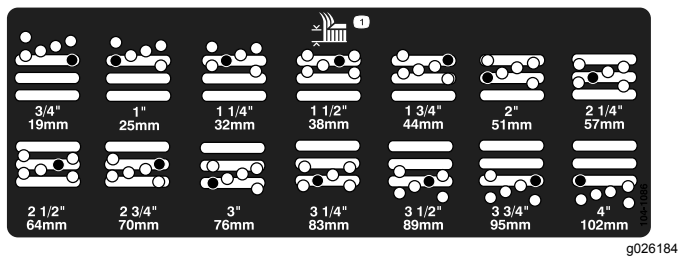

Bild 17
5. Stellen Sie die Kammer auf die gewünschte Schnitthöhe ein und setzen Sie das Distanzstück im gewünschten Schnitthöhlenloch und -schlitz ein (Bild 17).